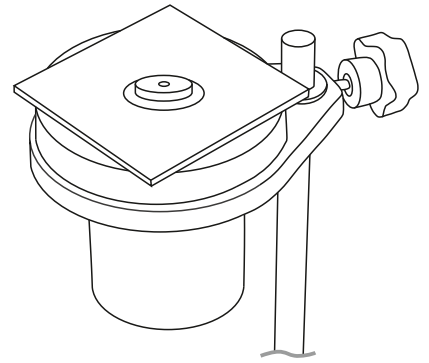

图 1
- 1 放置杯到支架^a并使用提供的玻璃板和气泡水平仪(图1)调平杯子.